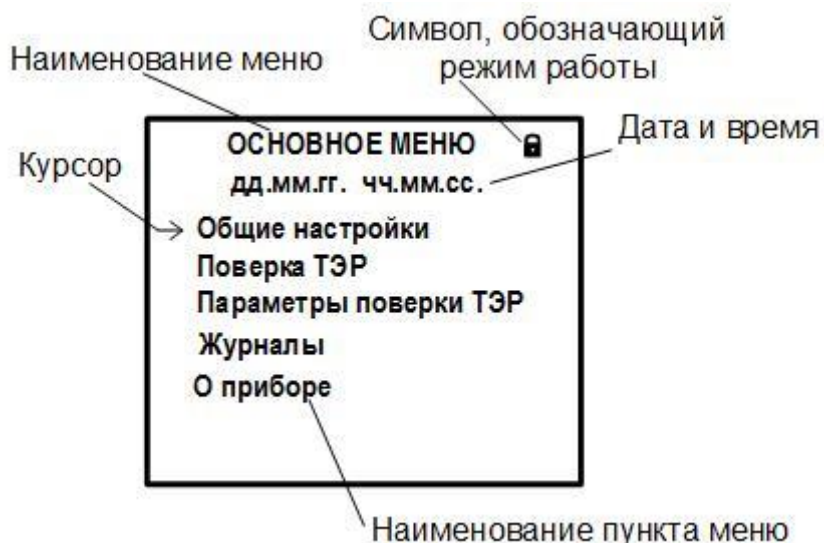

Рис.2. Вид основного меню в режиме РАБОТА.
3.1.3. Индикация на индикаторе состоит из наименования меню (окна), располагающегося неподвижно в первой строке жидкокристаллического индикатора (ЖКИ), и наименований пунктов меню (параметров), которые могут смещаться вверх или вниз (рис.2).